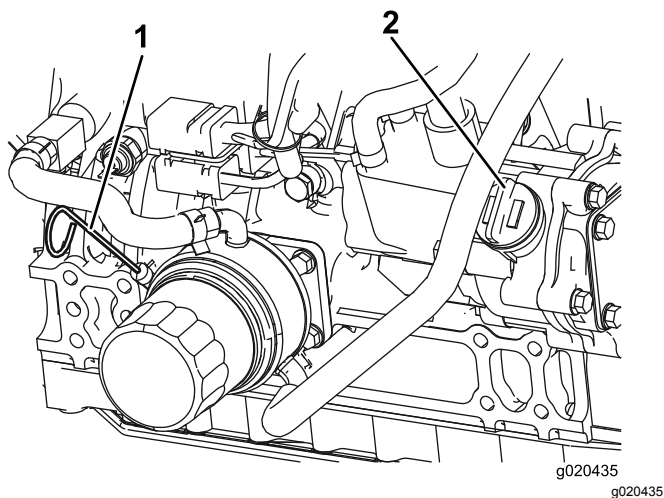

Figura 50
3. Retire la varilla, límpiela, vuelva a colocarla en el tubo y retírela de nuevo. El nivel de aceite debe estar entre las marcas de lleno y agregar (Figura 50).
4. Si el nivel de aceite es bajo, retire el tapón de llenado (Figura 50) y añada aceite hasta que el nivel esté entre las marcas de lleno y agregar. **No llene demasiado.**